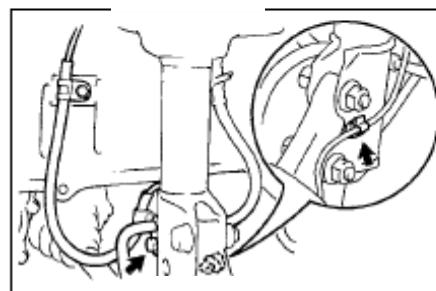

Рис. 148
43. Установите левый передний датчик скорости автомобиля (с системой ABS) (рис. 148, 149)